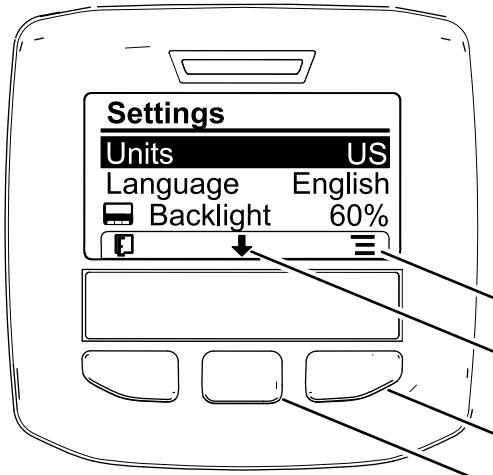

Figure 21
2. Pour changer d'unité de mesure, appuyez sur le bouton de sélection droit pour changer la liste des unités affichées (Figure 21).
3. Pour changer la langue de l'affichage, appuyez sur le bouton de sélection central (situé sous la flèche vers le bas dans l'affichage) pour déplacer l'option de langue sélectionnée (Figure 21).
4. Appuyez sur le bouton de sélection droit (situé sous l'icône de liste dans l'affichage) pour mettre en surbrillance la langue qui sera utilisée dans l'affichage (Figure 21).
6. Appuyez sur le bouton de sélection gauche pour retourner à l'écran d'accueil (Figure 21).